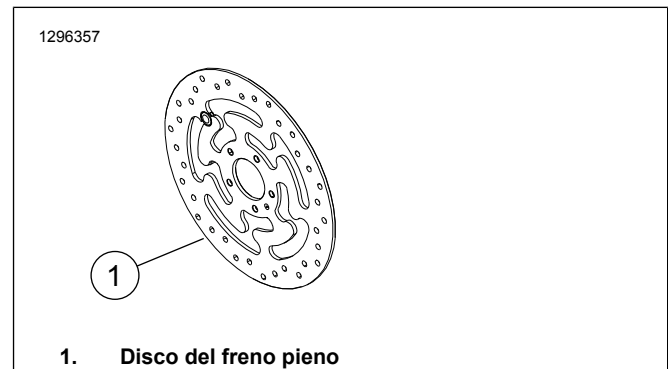

Figura 1. Stile del disco del freno anteriore
- Viti del disco del freno (vedere Figura 1 e Tabella 1)